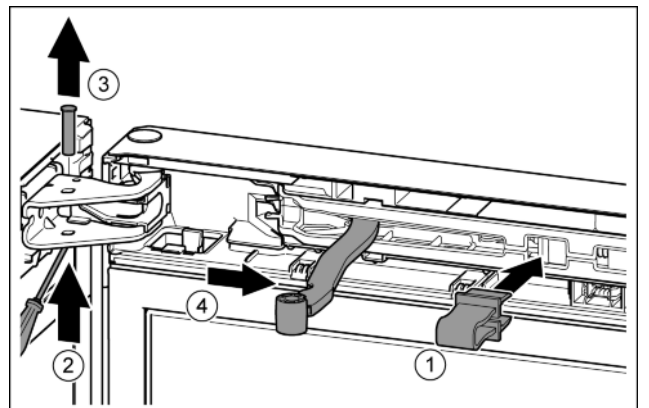

Fig. 8
- Sicherung in Öffnung einrasten. *Fig. 8 (1)*
- Bolzen mit Schraubendreher herausschieben. *Fig. 8 (2)*
- Bolzen nach oben herausnehmen. *Fig. 8 (3)*
- Gelenk in Richtung Tür drehen. *Fig. 8 (4)*